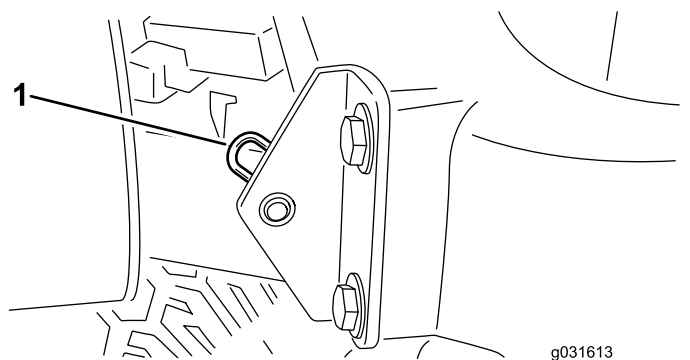

Figure 29
2. Retirez la goupille fendue qui fixe le pivot de capot aux supports (Figure 29).